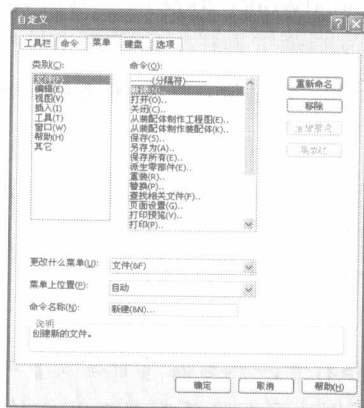

图1-16 【菜单】选项卡
(1) 在菜单栏单击【工具】|【自定义】选项，或右击窗口边框并从打开的快捷菜单中单击【自定义】选项，打开【自定义】对话框，切换到【菜单】选项卡，如图1-16所示。
(2) 选择菜单、命令及选项。
(3) 单击【重新命名】、【移除】或【添加】按钮，然后单击【确定】按钮。